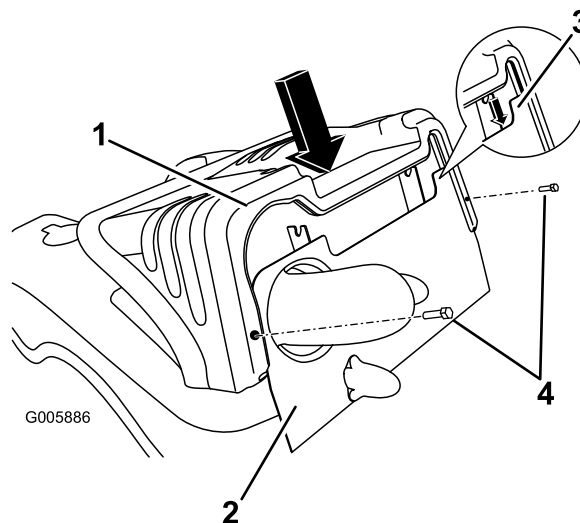

Bild 28
1. Richten Sie zum Einbau der Motorhaube den Schlitz in der Haube mit dem Rahmen aus und senken Sie die Haube vorsichtig auf den Rahmen ab (Bild 28).